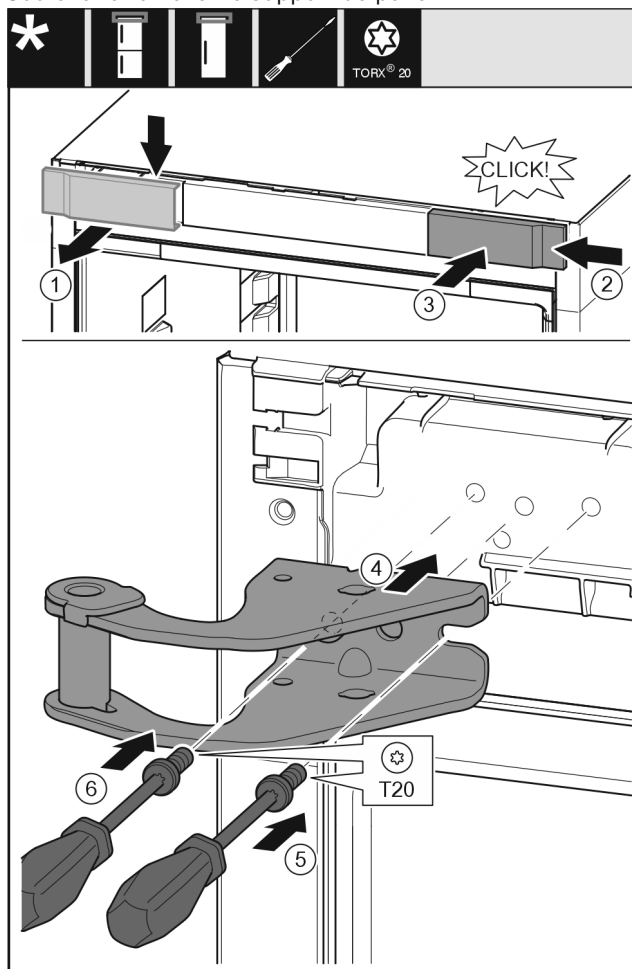

Fig. 14
- Retirer le cache du haut vers l'avant. Fig. 14 (1)
- Accrocher le cache tourné de 180° de l'autre côté à droite. Fig. 14 (2)
- Encliqueter le cache. Fig. 14 (3)
- Mettre en place le support de palier supérieur. Fig. 14 (4)
- Mettre en place la vis avec un tournevis T20 et la serrer. Fig. 14 (5)
- Mettre en place la vis avec un tournevis T20 et la serrer. Fig. 14 (6)